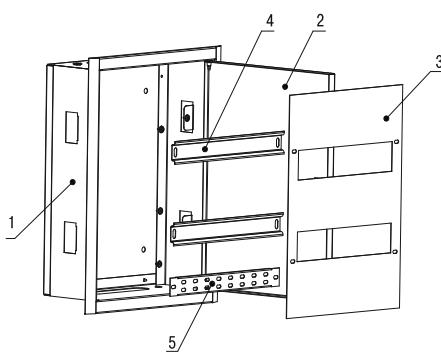

Рисунок 1
4.1 Корпус металлический ШРв IP31 TREND серии Home (рисунок 1) состоит из оболочки (1) с открывающейся дверью (2), панели (3), Т-образных направляющих TH35-7,5 (ГОСТ IEC 60715) (4) и реек под шины (5).